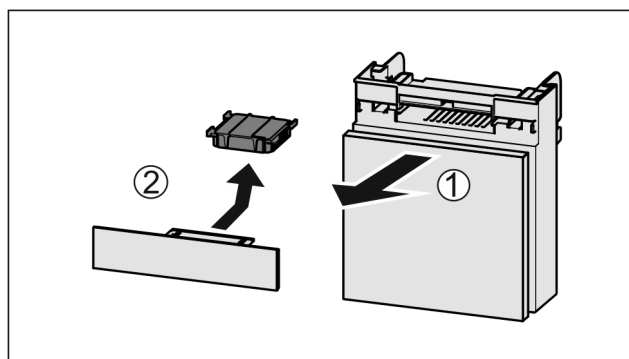

Fig. 175
- Dra ut Fig. 175 (1) lådan framåt.
- Ta ut Fig. 175 (2) aktivtkolfiltret.